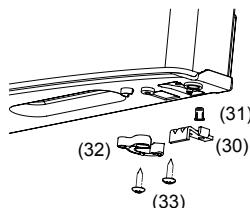

Рис. 9
- Снимите ограничитель (30) рис. 9 и втулку (31) рис. 9 и доводчик (32) рис. 9, в нижней части двери холодильного отделения, открутив винты (33) рис. 9, и закрепите их на противоположной стороне. Проделайте аналогичную операцию для двери морозильного отделения;